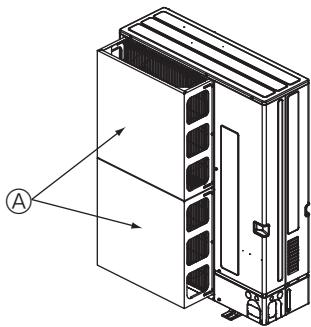

Fig. 2-16
- ① Se l'unità viene installata in luoghi in cui vi è il rischio che nell'uscita aria penetrino forti venti da tifone, ecc., installare una guida opzionale per l'aria. (Fig. 2-16)